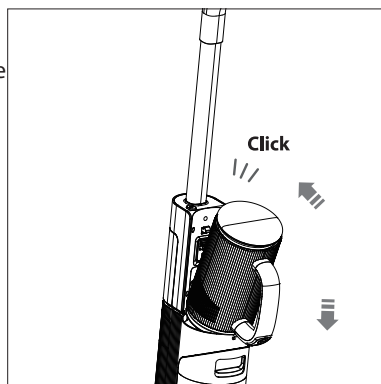

Abb. 28 – Motoreinheit einsetzen
- ▶ Drücken Sie die Motoreinheit vorsichtig in das Gerät bis sie hörbar einrastet (**siehe Abb. 28**).